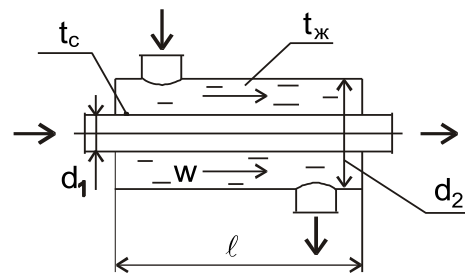

Рис. 2.12
**2.38.** В теплообменнике типа «труба в трубе» (рис. 2.12) во внешнем кольцевом канале движется вода со скоростью  $W = 1,2\text{ м/с}$ . Средняя температура воды  $t_{жк} = 40\text{ }^{\circ}\text{C}$ . Определить средний коэффициент теплоотдачи и тепловую мощность теплообменника, если температура внешней поверхности внутренней трубы  $t_c = 70\text{ }^{\circ}\text{C}$ .